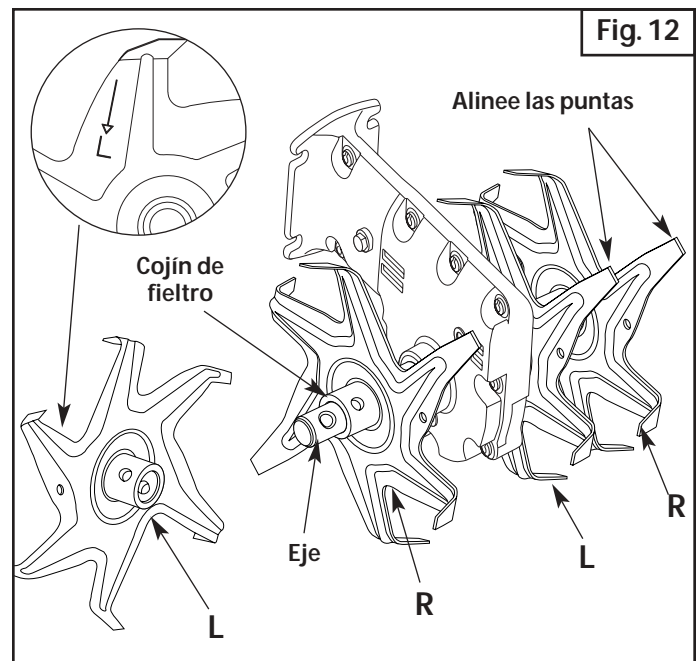

Fig. 12
7. Verifique que las puntas de las púas estén alineadas en la misma dirección entre sí antes de volver a instalar las presillas del pasador de la horquilla y los pasadores de la horquilla (Fig. 12).